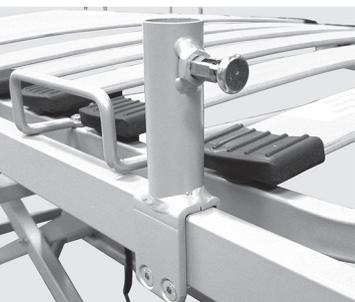

Abb. 1
1. Aufnahmerohre für Seitengitter werden am Kopf- und Fußende des Liegeflächenrahmens aufgeschoben und mit den Schrauben zunächst lose befestigt (Abb. 1).